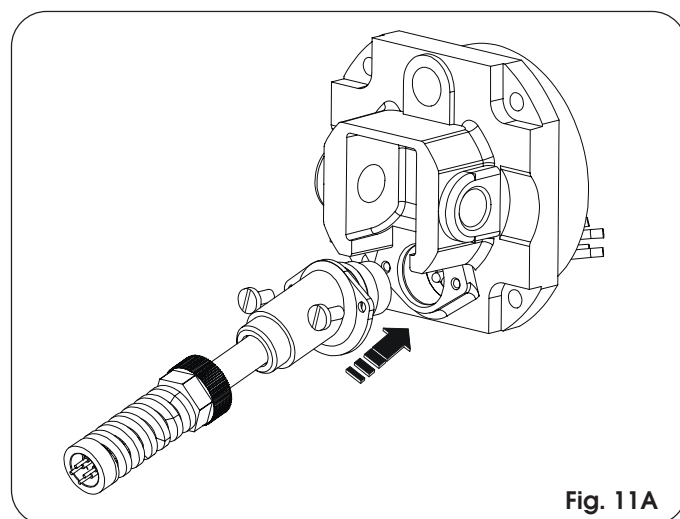

Fig. 11A
- Sluit de voedingskabel van de aandrijving aan (Fig. 11A).
- Haal de schroeven aan (Fig. 11A).